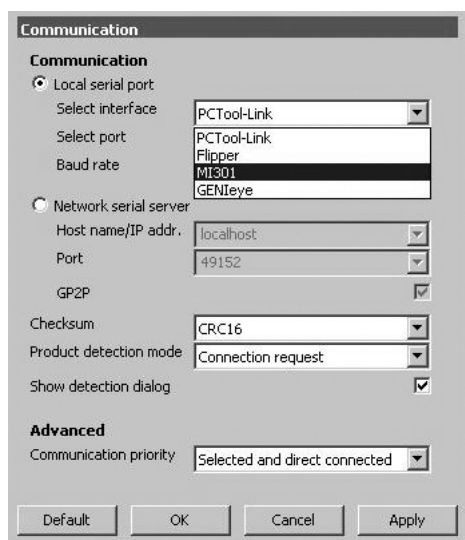

Рис. 24 Выбор интерфейса
6. Откройте раскрывающийся список "Select interface" (выбрать интерфейс) и выберите "MI 301". См. рис. 24.
7. Откройте раскрывающийся список "Select port" (выбрать порт) и выберите порт "PC Tool link". См. рис. 24. Нажмите [Apply] (Применить).